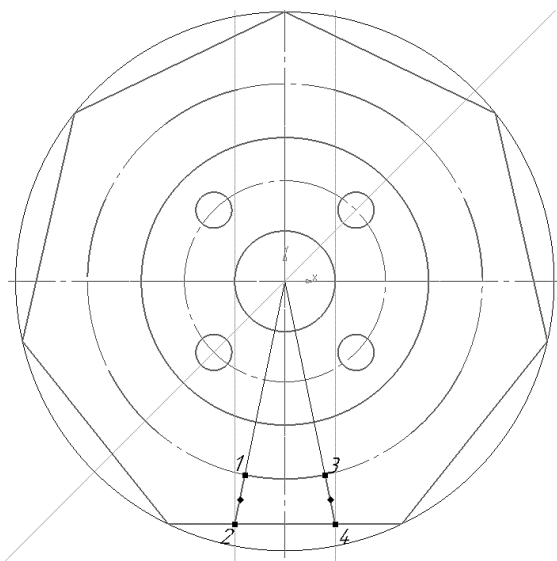

Рис. 27. Построение отрезков
2.4.4 Из точки 1 и 3 провести в точки 2 и 4 отрезки используя команду **Отрезок** , **стиль линии** – основная (рис. 27).